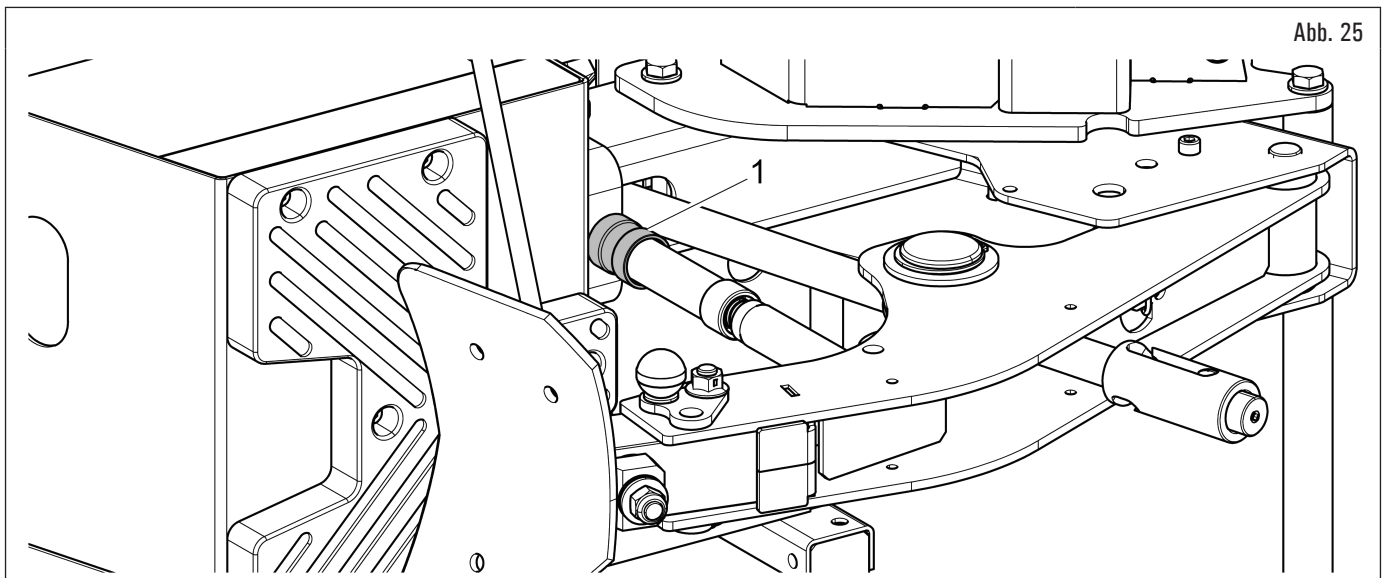

Abb. 25
2. stellen Sie den Hub des Wulstabdrücker-Hubbegrenzers ein, indem Sie auf seinen Einstellring (Abb. 25 Pkt. 1) einwirken, so dass die Schaufel den Rand der Felge um eine Höhe durchdringen kann, die gleich der Höhe eines Keils der Wulstabdrückerverlängerung ist;